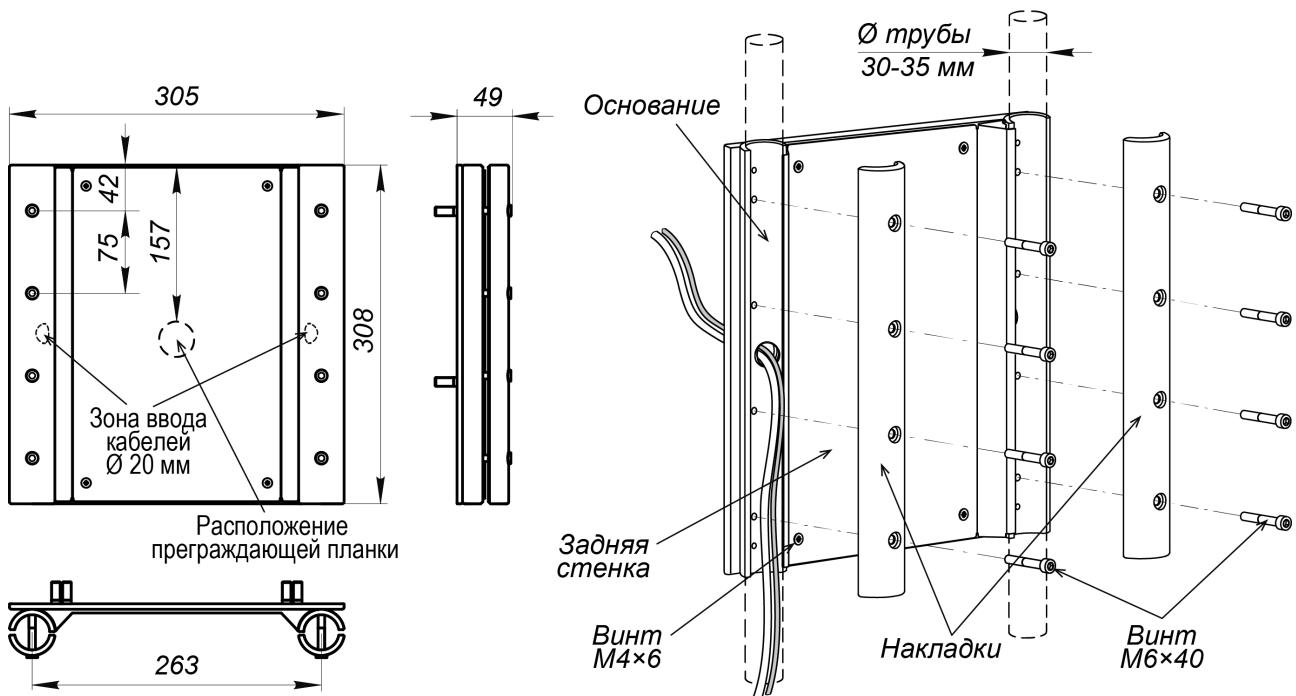

Рисунок 14. Габаритные размеры и порядок установки кронштейна **PERCo-MT10.1**
- a) Порядок установки монтажного кронштейна **PERCo-MT10.1** (для исполнения турникета **PERCo-TTR-10AT**), см. рис. 14: